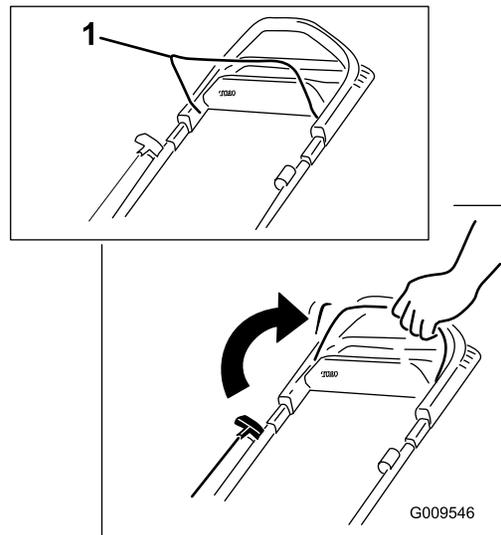

Рисунок 15
1. Удерживайте штангу управления ножом прижатой к рукоятке (**Рисунок 15**).